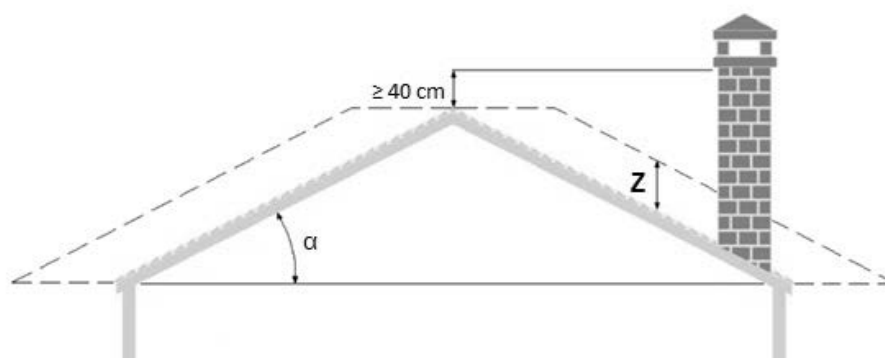

Fig. 6 - Zones de reflux
- Il faut éviter le positionnement de la sortie du terminal dans les zones de reflux (zones « z » dans la **Fig. 6**) qui varient en fonction de l'inclinaison du toit.
| LÉGENDE | Fig. 6 |